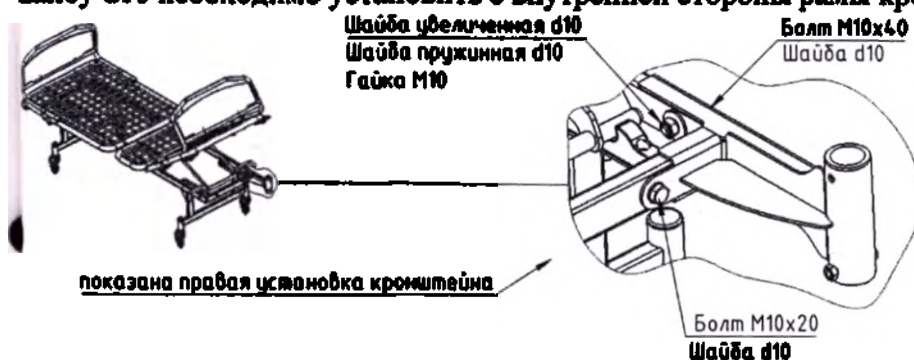

Рисунок 7 – Установка кронштейна на раму кровати
- Установить кронштейн на выбранной стороне рамы и зафиксировать его болтом M10x20 с шайбой d10 со стороны изголовья; болтом M10x40 и гайкой M10 (используя шайбу d10, увеличенную шайбу d10, пружинную шайбу d10) с боковой стороны рамы. При этом увеличенную шайбу d10 необходимо установить с внутренней стороны рамы кровати (см. рис. 7).